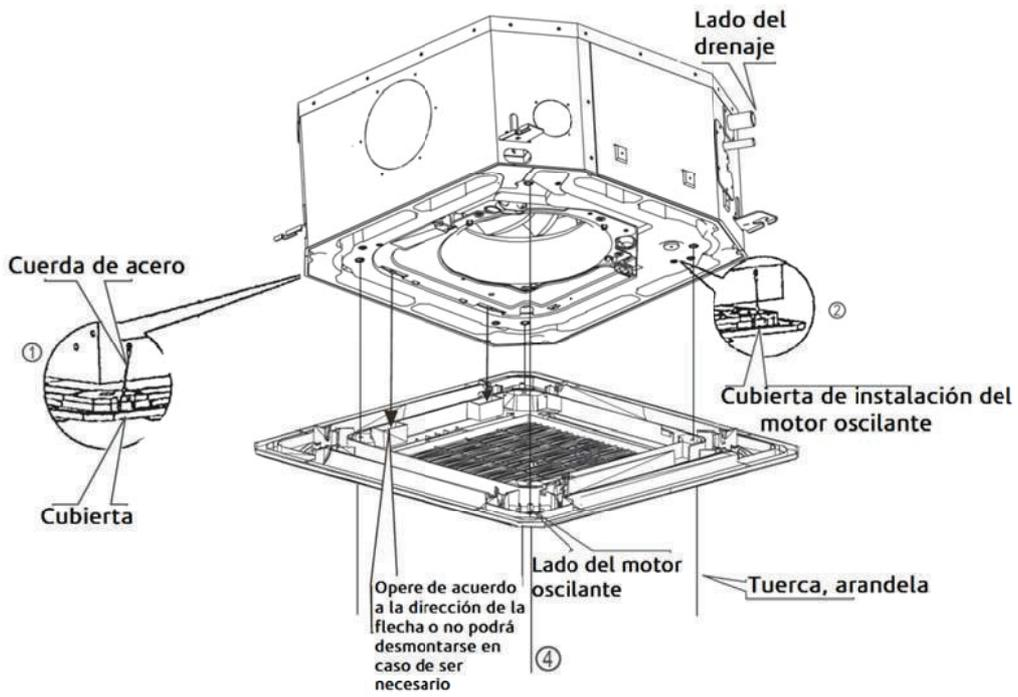

Fig.5-29
(2) Instale el panel
- Alinie el motor oscilante sobre el panel de las juntas de las tuberías del cuerpo de manera adecuada. (fig. 5-29)
- Fije los ganchos del panel en el motor oscilante y sus laterales opuestos a los ganchos del receptor de agua correspondiente (fig. 5-29 1 y 2)
- Instale el panel al cuerpo principal con tornillos (M5 x 16) y arandelas (fig. 5-29 4)
- Regule el panel en la dirección de la flecha (fig. 5-29 3) de modo que el centro del panel y el centro de la apertura del techo coincidan, compruebe que los ganchos de las cuatro esquinas coincidan completamente